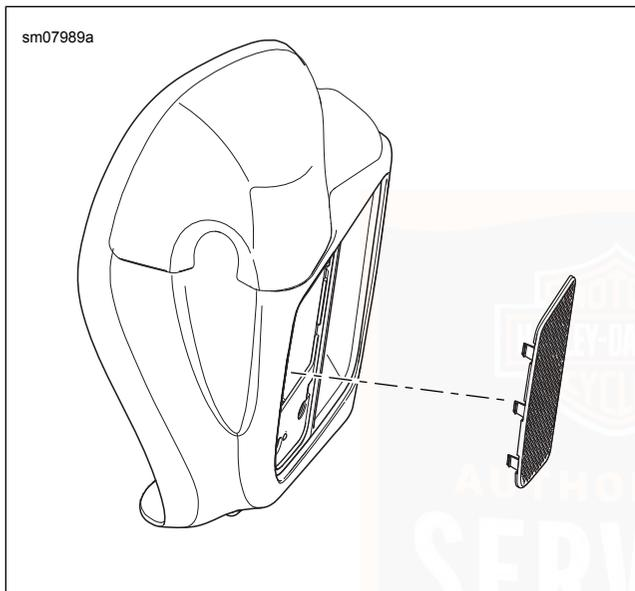

Abbildung 83. Kühlergrillabdeckung der unteren Verkleidung
1. Siehe Abbildung 83. Den äußeren Kühlergrill an der unteren Verkleidung ausbauen.